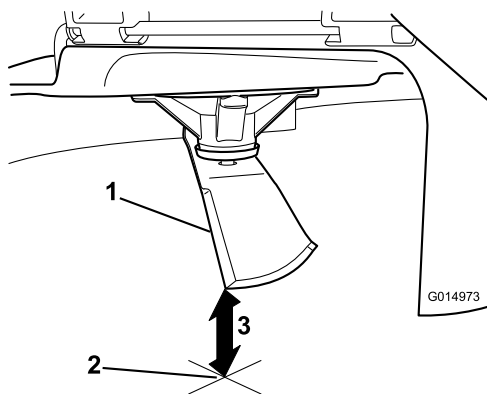

Bild 74
5. Messen Sie von der Messerspitze bis zu ebenen Fläche (Bild 74).